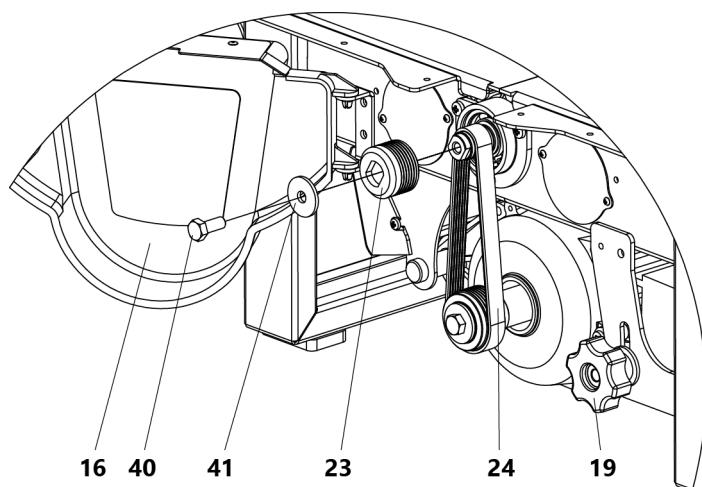

Рисунок 5. Смена шкивов
- выкрутить винт-барашек, фиксирующий кожух защиты ремня 16 (рис. 5) и повернуть в сторону;
- выкрутить болт 40 (рис. 5), снять шайбу 41 и шкив 23;